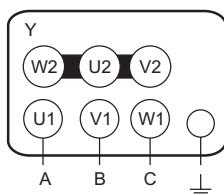

Рисунок 8
12.2. Вентиляторы с двигателями на номинальное напряжение Δ/Y 380/660В допускается также подключать к трехфазной сети с переменным напряжением 660В, предварительно переключив схему соединения обмоток двигателя в звезду Y 660В (см. рисунок 8), в противном случае двигатель может выйти из строя.